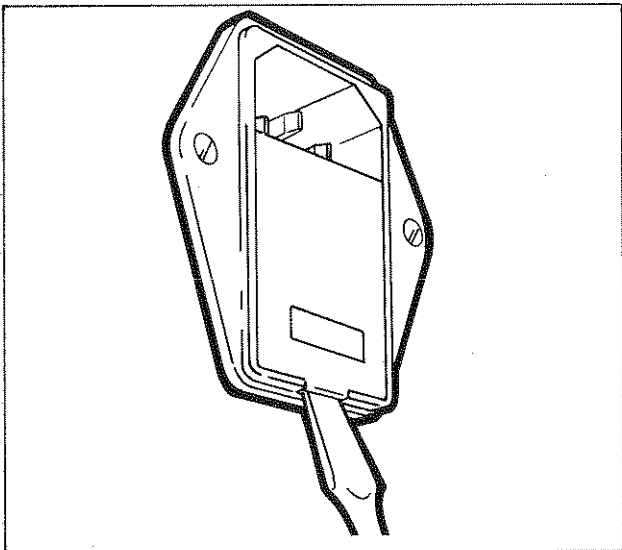
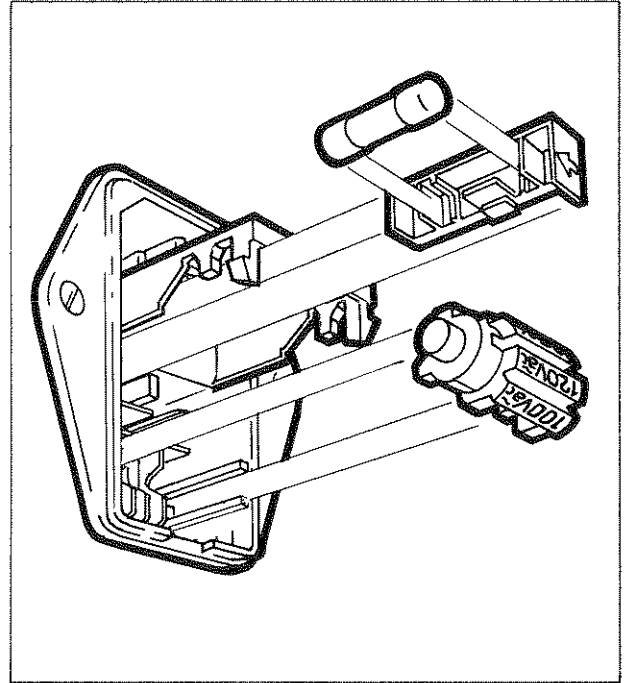

Abb. 2.1 Der Deckel des Spannungsumschalters wird mit einem Schraubenzieher geöffnet.
Abb. 2.2 Sicherung und Umschaltnocke im Inneren des Spannungsumschalters.
Vor Anschluß an das Netz ist zu überprüfen, ob der Generator auf die örtliche Netzspannung eingestellt ist. Bei Lieferung ist das Gerät auf 100 V, 120 V, 220 V oder 240 V eingestellt, siehe Spannungsumschalter unter dem Deckel auf der Geräterückseite, Abb. 2.1.
- Deckel des Spannungsumschalters mit einem Schraubenzieher öffnen, siehe Abb. 2.1.
- Umschaltnocke herausnehmen, siehe Abb. 2.2.
Die Impulsgeneratoren werden durch eine Sicherung am Spannungsumschalter auf der Geräterückseite geschützt, siehe Abb. 2.1. Der Sicherungshalter mit einer der in Europa üblichen 5 x 20 mm Rohrsicherungen ist wie auf Abb. 2.2 gezeigt einzuschleiben.